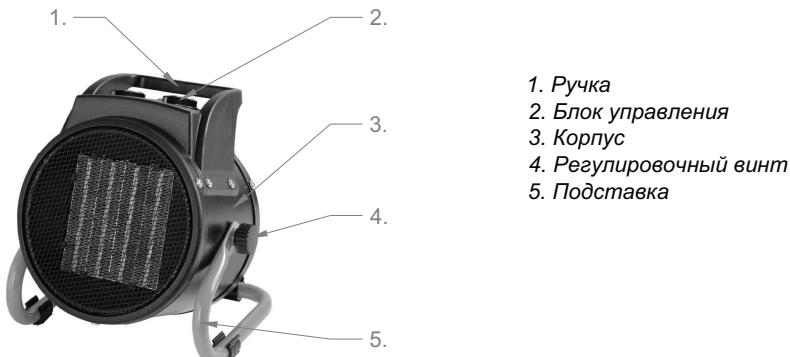
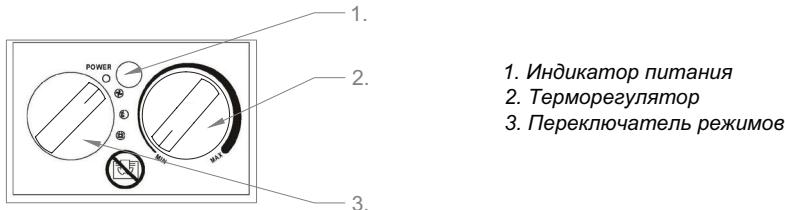

Рис.1. Тепловая пушка
Рис.2. Блок управления
5.1 Корпус (3) тепловой пушки (см. рис. 1) изготовлен из листовой стали, покрытой высококачественным полимерным покрытием. Корпус установлен на подставке (5). Внутри корпуса расположены осевой вентилятор и высокоэффективный металлокерамический электронагреватель.
Вентилятор втягивает воздух через отверстия в задней стенке корпуса, воздушный поток, проходя через электронагреватель, нагревается и подается в помещение через отверстия в передней стенке корпуса. Органы управления (рис. 2) - переключатель режимов (3) и терморегулятор (2) - расположены в верхней части корпуса. Пластмассовая ручка (1) (рис. 1) служит для переноски тепловой пушки. Подключение к электросети осуществляется с помощью шнура питания с сетевой вилкой.
6.1 Установить переключатель режимов (поз.3, рис.2) в положение выключено «0». Ручку терморегулятора (поз.2) повернуть в крайнее против часовой стрелки положение. Подключение тепловой пушки к электросети осуществляется путем включения вилки шнуря питания тепловой пушки в розетку.